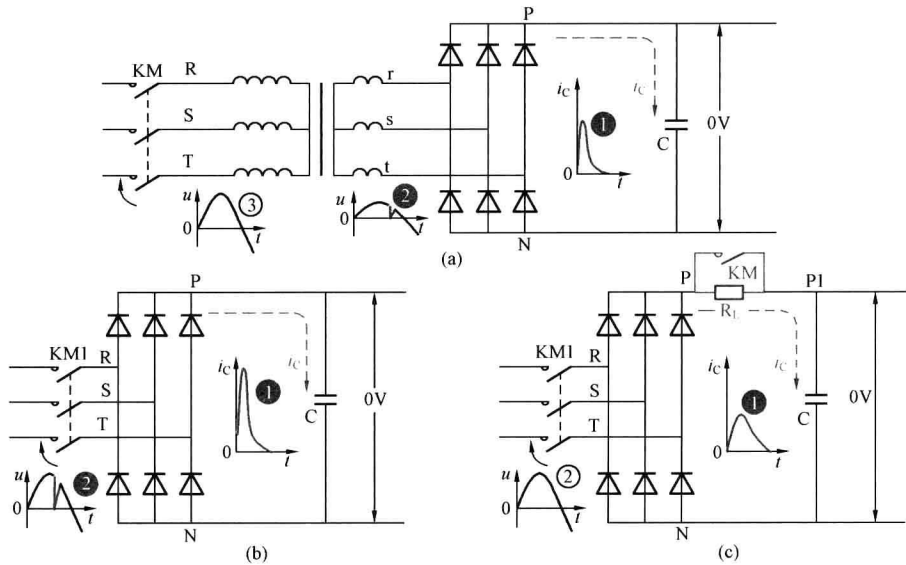

图 1-5 高、低压整流电路的区别
“就整流和滤波的基本过程而言, 低压和高压是相同的。” 张老师又画了个整流滤波电路, 如图 1-5 所示, 接着说:
这两个特点, 高、低压整流电路完全一样。但低压整流电路是要通过变压器来降压的。变压器的绕组是一个大电感, 它犹如一个屏障, 能对合闸时的冲击电流起到限制作用, 如图 1-5 (a) 中的曲线①所示。而变频器的整流电路中, 就没有这样的屏障, 冲击电
流就要严重得多，很容易损坏整流二极管，如图 1-5 (b) 中的曲线①所示。
至于进线侧的电压波形，在低压整流电路中，变压器的二次电压，一定会瞬间降到 0V 的，如图 1-5 (a) 中的曲线②所示。但反映到变压器的一次侧，这样的瞬间降压，就被缓冲了，如图 1-5 (a) 中的曲线③所示，对同一网络中的其他设备不构成干扰。